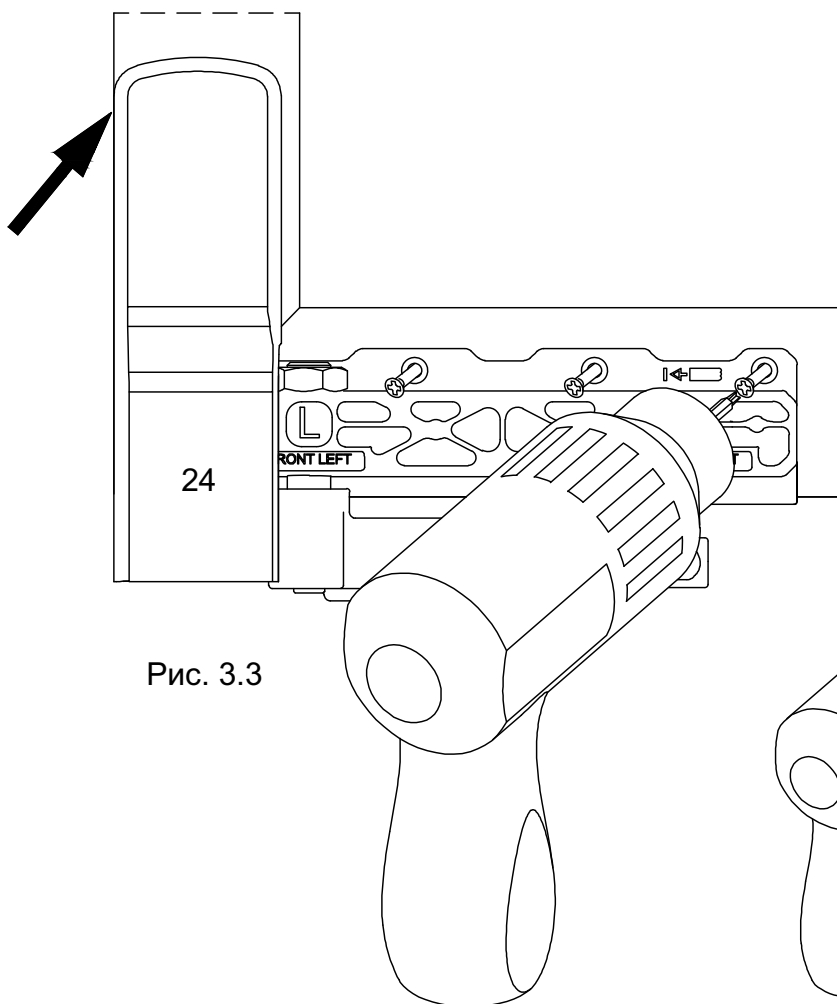

Рис. 3.3
3.3 Приложите и выровняйте по краю створки Накладку каретки (24). Удерживая накладку (24) вкрутите саморезы в соответствующие отверстия кареток (20a/20b). Рис. 3.3